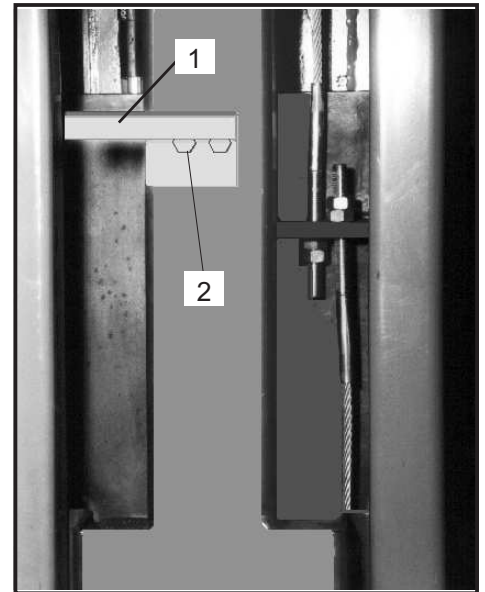
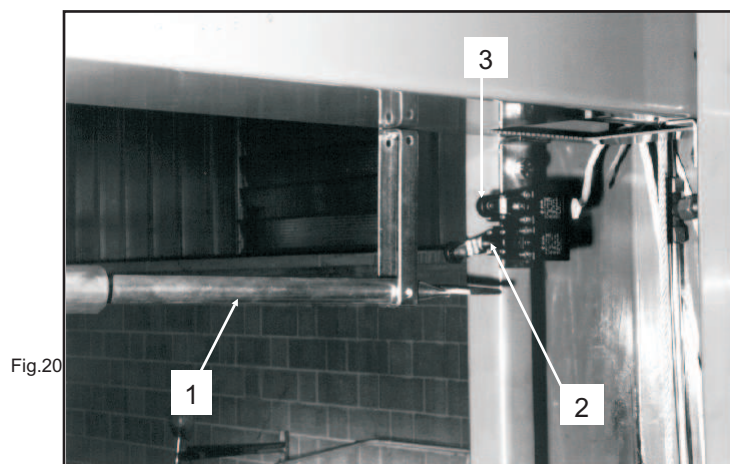

Fig.19
Fig.20
- nel caso vengano sollevati autoveicoli di altezza superiore a 1,5 metri, la salita viene interrotta dalla "barra di finecorsa" (rif.1 Fig.20) che, spinta dal veicolo, agisce sui microinterruttori.
- in caso di extra corsa della parte mobile, sono stati previsti due microinterruttori (rif.2 e 3 Fig.20) collegati in serie tra loro e montati nella parte superiore della colonna lato comando; essi sono azionati normalmente dall' "azionatore" (rif.1 Fig. 19) montato sul carrello lato comando; nel caso che il primo microinterruttore non dovesse funzionare, il secondo interviene dopo circa 30 mm di corsa del carrello.
- When vehicles higher than 1.5m are lifted, the rise is interrupted by the "end-of-stroke bar" (ref.1, fig.20), which, pushed by the vehicle, works on the limit switches.
- if the moving part exceeds its travel distance, on the upper part of the command post there are two limit switches (ref.2 and 3, fig.20) connected in series and are usually set working by the "actuator" (ref.1 fig.19) on the command side carriage. If the first limit switch did not work, the second one would trip after 30 sec. of carriage run.